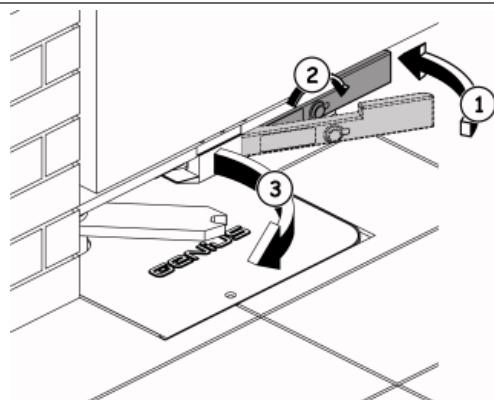

Fig. 17
- zet de hendel in de ruststand (fig. 17 ref. ①).
- steek de ontgrendelingsleutel in het slot en draai hem helemaal van de pilaar af (fig. 17 ref. ②).
- beweeg de vleugel met de hand tot de vergrendeling in de blokkering-sbeugel vaststaat (fig. 17 ref. ③)